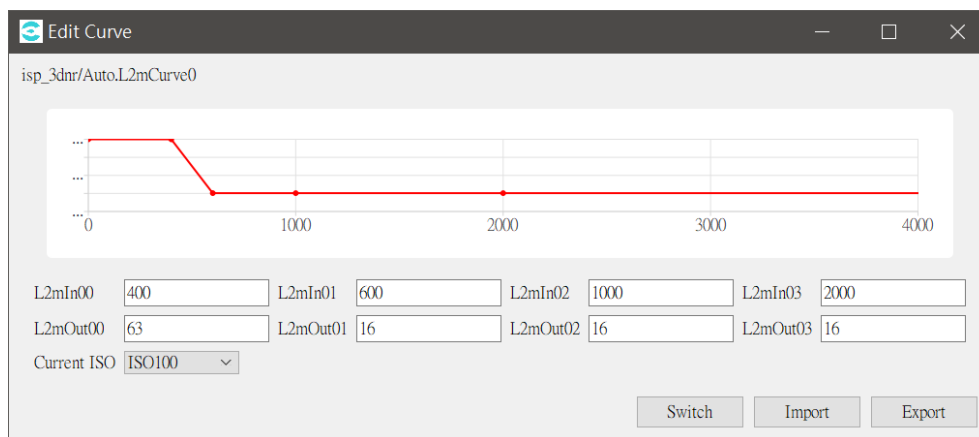

图 5.39: Luminance to motion gain 降噪模型调适
**调试原则:** 建议先将 TuningMode 设为 1, 打开 Motion Map 画面。以第一级为例, 先将 **L2mIn00** 对应的 **L2mOut00** 设置为最大值 63, 其他级增益 **L2mOut01 ~ L2mOut03** 全部设置最小值 0, 会发现 **L2mIn00** 区域的运动等级, 相对于其他灰度提升许多, 若运动区域与预期不符, 则可以调整 **L2mIn00** 进一步定义第一级运动所合适的灰度范围。其余三个灰度分级配置方法同第一级, 即可完成配置, 如下图 5.39 为实际范例, 为了让暗部区域更容易侦测运动, 便将第一级的运动增益 **L2mOut00** 设置为最大值 63, 其余灰度则保持一致。